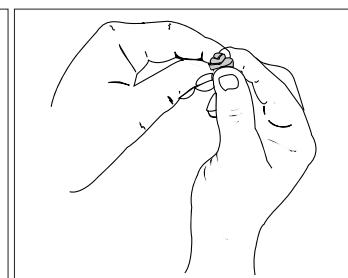

Fig. 20
- Voltar a montar a cobertura do filtro de ar, dando atenção ao encaixe [Fig. 20]. A utilização do equipamento sem filtro de ar provoca a perda dos direitos à garantia.